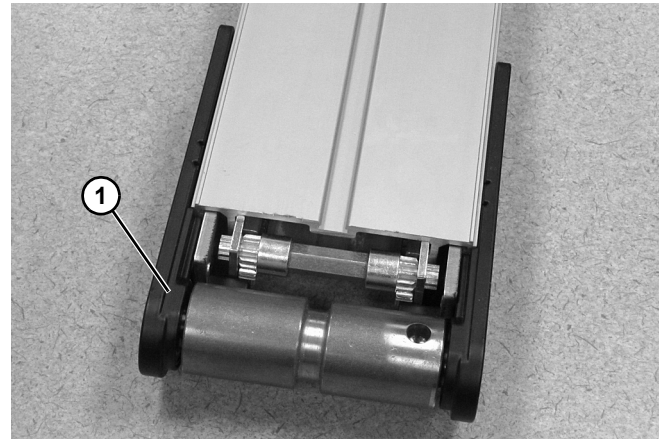

Figura 153
11. Reinstalar el cabezal empujandolo del extremo (Figura 153, parte 1) hacia el perfil del transportador.